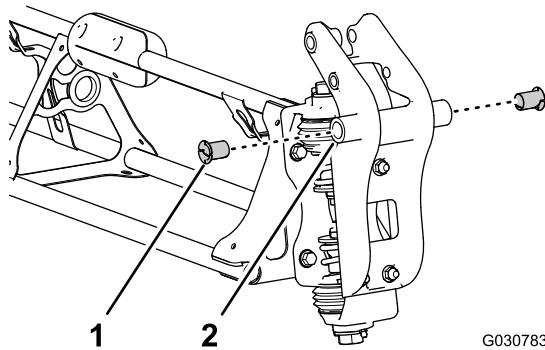

Figura 120
- Inserite una boccola flangiata in nylon nel foro da 31,8 mm su ciascun lato del raccordo orientabile (**Figura 120**).